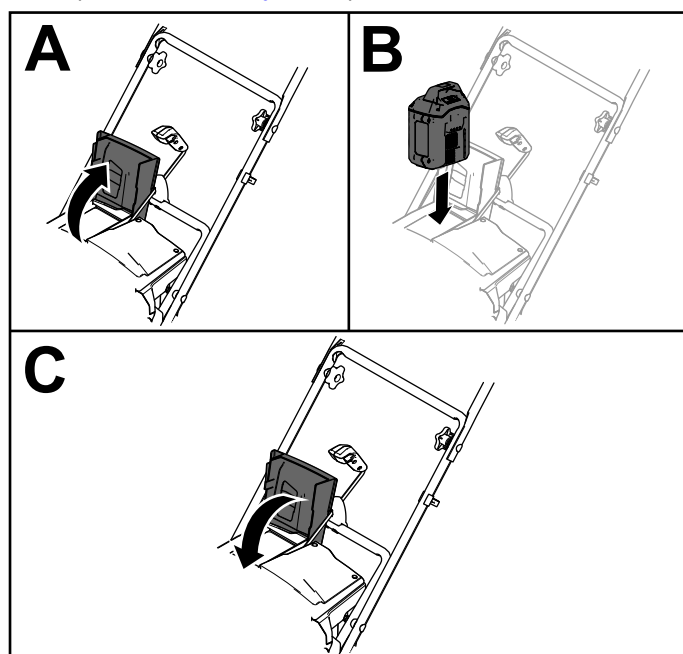

Рисунок 9
2. Поднимите крышку аккумуляторного отсека (вид А на Рисунок 9).
3. Совместите выемку в аккумуляторной батарее с выступом на машине и установите аккумуляторную батарею в отсек, зафиксировав на месте (вид В на Рисунок 9).
4. Закройте крышку аккумуляторного отсека (вид С на Рисунок 9).